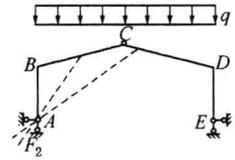

图 1A411020 - 9
13. 图 1A411020 - 9 所示结构顶受均布垂直荷载, 则关于支座 A 反力的合力 F_2 , 下列描述正确的是()。